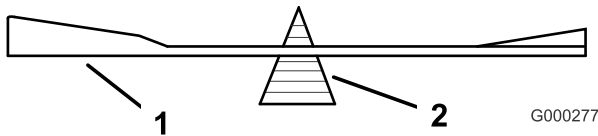

Bild 53
2. Überprüfen Sie die Auswuchtung des Schneidmessers auf einer Ausgleichsmaschine (Bild 53). Wenn das Schneidmesser in seiner horizontalen Position bleibt, ist es ausgewuchtet und kann wieder verwendet werden. Feilen Sie, wenn das Schneidmesser nicht ausgewuchtet ist, vom Flügelbereich des Messers etwas Metall ab (Bild 53). Wiederholen Sie diesen Vorgang, bis das Messer ausgewuchtet ist.
Wichtig: Der Windflügel des Schneidmessers muss nach oben zeigen, um einen guten Schnitt sicherzustellen (Bild 53).
1. Bringen Sie das Schneidmesser, die Verstärkung, die Wellenscheibe und die Messerschraube an der Spindel an (Bild 53).